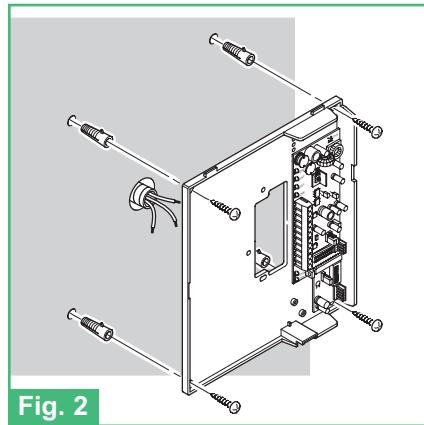

Fig. 2
- Fig. 2** Installazione a muro Staffa Art. 5714 con 4 viti a tassello.*
- Fig. 2** Installation on wall with Bracket Art. 5714 with 4 expansion anchoring screws.*
- Fig. 2** Installation en saillie Bride Art. 5714 à l'aide de 4 vis *
- Fig. 2** Installatie van de grondplaat Art. 5714 tegen de wand met 4 plugschroeven.*